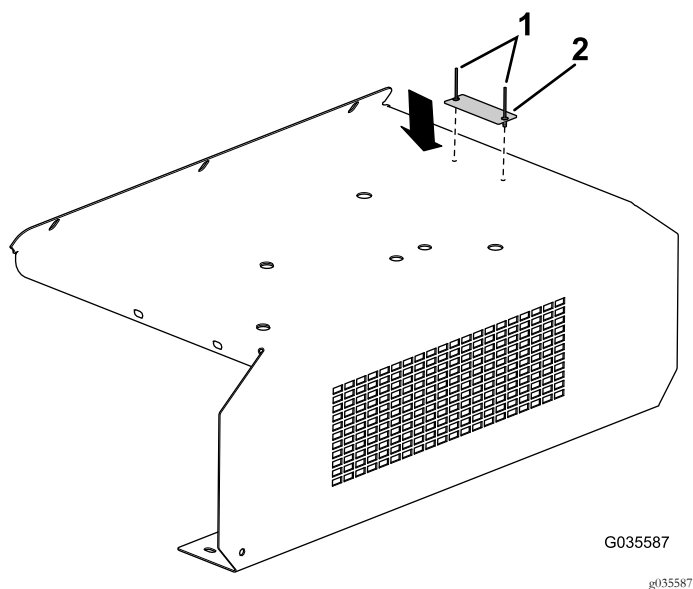

图7
2. 卸下将冲洗防护装置固定到机器的螺栓和螺母 图7。
- 用 2 个铆钉将先前卸下的串联板安装到新冲洗防护装置上 图7。